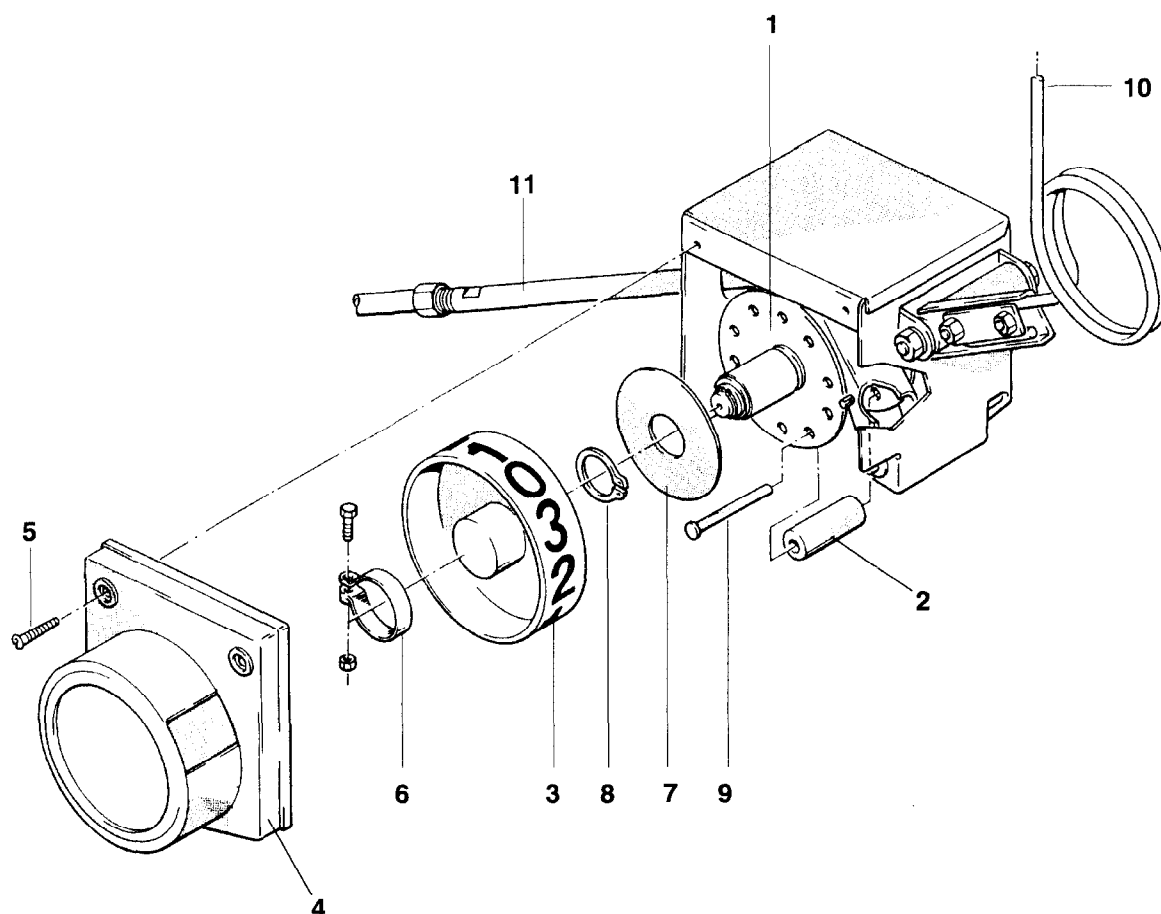

Fig. 13.19
L'écartement entre voies jalonnées (voir tableau en page 13-3) doit être conforme à la largeur de travail de l'épandeur d'engrais et/ou du pulvérisateur de l'exploitation. La cadence avec laquelle les voies de passage sont jalonnées est pilotée par le boîtier programmeur (fig. 13.19). Dans le cas où il s'avère nécessaire de modifier le cadencement du jalonnage, il faut remplacer la roue programmatrice (fig. 13.19/1) en place dans le boîtier programmeur par une roue programmatrice correspondant au jalonnage souhaité.
Dans le cas de jalonnage tous les 2, 3, 4 et 6 passages, il n'est pas nécessaire de remplacer la roue programmatrice (fig. 13.19/1). Dans le cas où l'on veut utiliser un autre jalonnage dans cette série (2, 3, 4 ou 6), il suffit uniquement de modifier la position des galets de manoeuvre équipant la roue programmatrice (ou de la compléter) en procédant comme indiqué au chap. 13.8.1.
- Retirez le capot de protection (fig. 13.19/4) après avoir desserré les 2 vis tête (fig. 13.19/5).
- Desserrez le collier (fig. 13.19/6) et retirez le avec la roue indicatrice (fig. 13.19/3).
- Enlevez le circlips (fig. 13.19/7) puis la rondelle d'arrêt (fig.13.19/8) .
- Les galets de manoeuvre (fig. 13.19/2) à rotation libre peuvent être déplacés en suivant les indications portées au chap. 13.8.2. Pour cela, retirez les axes (fig. 13.19/9).
- Remettez en place la rondelle d'arrêt (fig. 13.19/7) et le circlips (fig. 13.19/8).
- Collez sur la roue indicatrice (fig. 13.19/3) le nouvel autocollant chiffré, comme indiqué au chap. 13.8.2, et fixez la à la roue programmatrice (dans un premier temps sans la serrer) en utilisant le collier (fig. 13.19/6).
- Actionnez plusieurs fois de manière répétitive le boîtier programmeur à l'aide du levier de commande (fig. 13.19/10), jusqu'à ce que le tube (fig. 13.19/11) soit actionné et maintenu par un galet de manoeuvre (fig. 13.19/2). Approchez le capot de protection (fig. 13.19/4) contre le boîtier programmeur et faites tourner en même temps la roue indicatrice (fig. 13.19/3) jusqu'à ce que le chiffre "0" s'affiche dans la lucarne du capot de protection.
- Serrez fortement en position la roue indicatrice (fig. 13.19/3) au moyen du collier (fig. 13.19/6) et remettez en place le capot de protection (fig. 13.19/4) .
- Faites fonctionner le boîtier programmeur en actionnant le levier de commande (fig. 13.19/10) jusqu'à ce que la roue indicatrice (fig. 13.19/3) ait effectué au moins trois révolutions complètes, puis vérifiez si le boîtier programmeur fonctionne correctement, à savoir que le tube (fig. 13.19/11) est tiré chaque fois que le chiffre "0" s'affiche dans la lucarne.